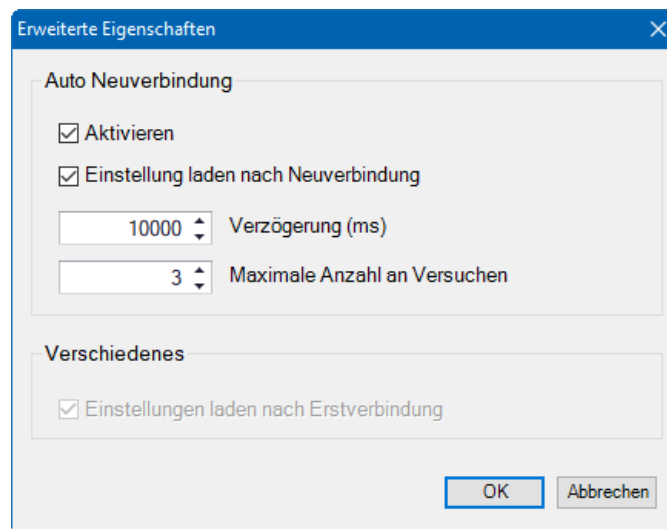

Abbildung 20-8. Erweiterte Eigenschaften, automatische Verbindungswiederholung
7. Die Schaltfläche *'Erweitert'* öffnet das in Abbildung 20-8 dargestellte Fenster. Dieses enthält Optionen für die Aktivierung einer automatischen Neuverbindung, Einstellungen zum Herunterladen nach einer Neuverbindung, die Verzögerung zwischen den erneuten Versuchen (in Millisekunden) und die maximale Anzahl an Versuchen (Abbildung 20-8).